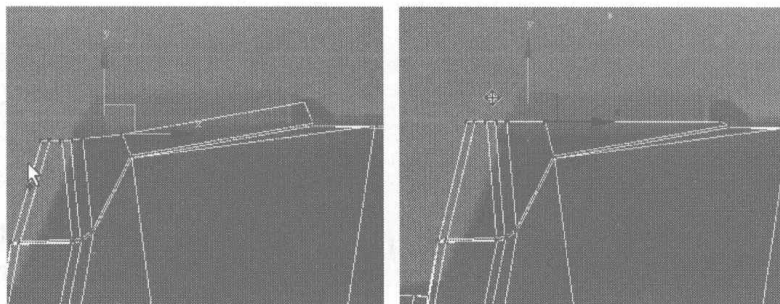

图 6.235
- 05 切换为节点编辑，在 Left 视图中调整挤压出来的面上的各节点，并用缩放工具将节点进行平行缩放，如图 6.235 所示。